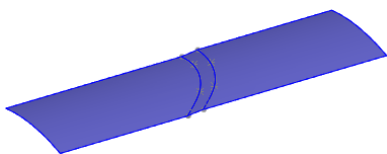

图 5.12.11 曲面-缝合 1
Step9. 创建图 5.12.11 所示的零件特征——曲面-缝合 1。选择下拉菜单 **插入(I)** **→ 曲面(S)** **→ 缝合曲面(F)...** 命令，系统弹出“曲面-缝合”对话框；在设计树中选取曲面-放样 1、曲面-裁剪 1 和曲面-裁剪 2 为缝合对象；单击对话框中的 按钮，完成曲面-缝合 1 的创建。